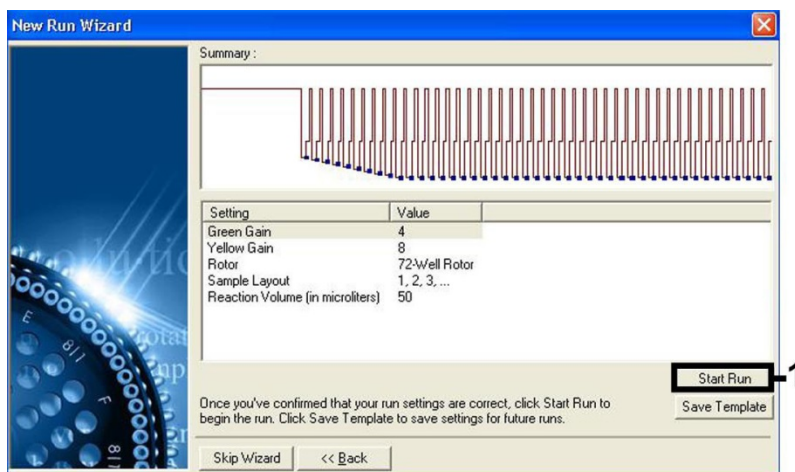

Figure 7. Démarrage de l'analyse.
La plage de détection des canaux de fluorescence doit être déterminée selon les intensités de fluorescence des tubes de PCR. Cliquer sur **Gain Optimisation** (Optimisation de l'augmentation) dans la boîte de dialogue **New Run Wizard** (Assistant nouvelle analyse) pour ouvrir la boîte de dialogue **Auto-Gain Optimisation Setup** (Réglage optimisation auto de l'augmentation) (voir étape 6 et figure 7 dans la fiche de protocole *Settings to run artus QS-RGQ Kits* (Paramètres pour l'exécution des artus QS-RGQ Kits)).
8. Les valeurs d'augmentation déterminées par le calibrage de canal (ou attribuées manuellement) sont automatiquement enregistrées et répertoriées dans la dernière fenêtre de menu de la procédure de programmation (figure 7). Cliquer sur **Start run** (démarrer l'analyse).